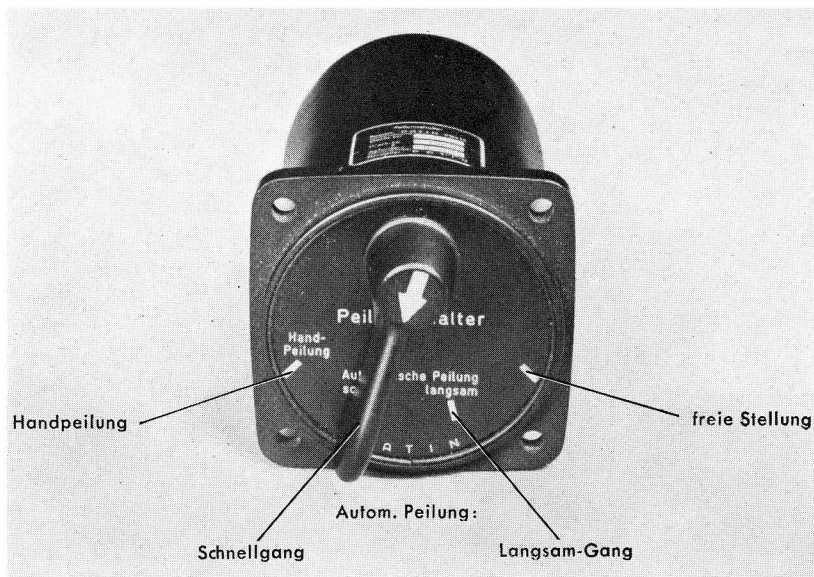

Abb. 4: Peilumschalter PSH-15
6. Peilumschalter PSH-15 Fl 23 379 (Abb. 4).